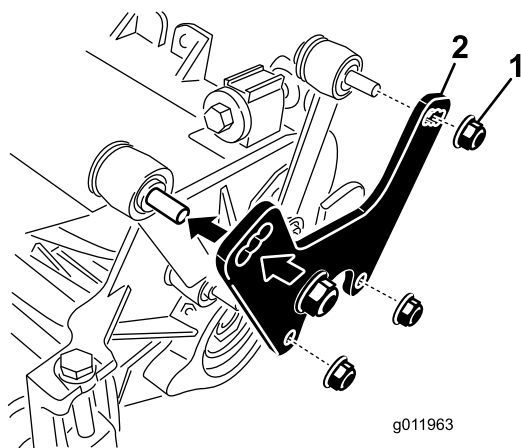

Figura 9
1. Retire las tuercas y las arandelas que sujetan las bridas de elevación a la chapa lateral de la unidad de corte y al bastidor de tiro (Figura 9).